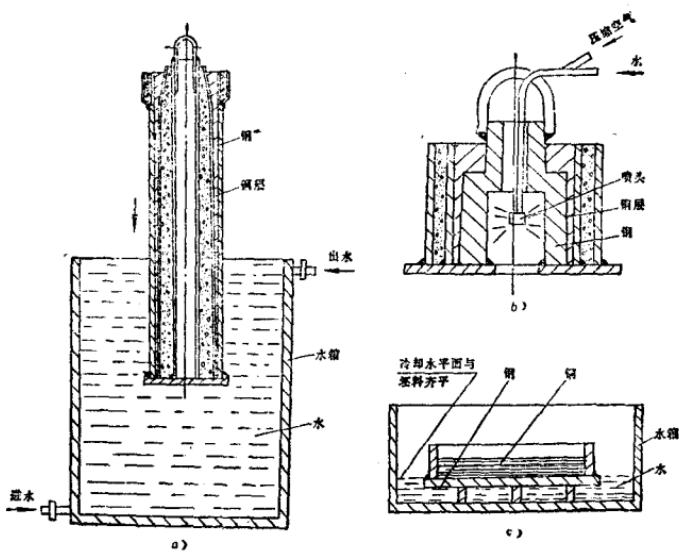

图11 各种熔焊表面的冷却方法
(7) 冷却 经过加热和保温以后，坯料就可以从炉子里取出，进行冷却。冷却分两步进行，第一步，先进行空气冷却，大约使坯料温度下降50°C左右；第二步，坯料慢慢地放进水槽里，自下而上的冷却，下水速度不能太快，一般是50~70毫米/分，由于熔焊表面的不同，冷却方法也不同，如图11所示。但是有一个冷却的原则：即自下而上，自钢至铜。